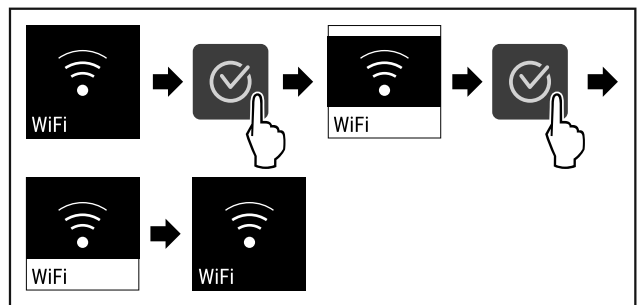

Fig. 76
- ▶ Proveďte akční kroky (viz Fig. 76).